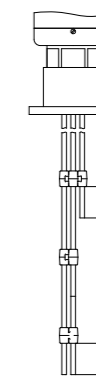

Рисунок 4 – Установка разделительных шайб
5. Установить разделительные шайбы из комплекта поставки на электроды. Разделительные шайбы следует устанавливать в 20 мм от края электродов (см. рисунок 4).